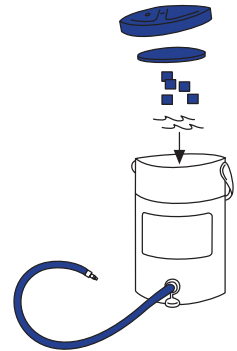

Figura 1
| 1. Antes de colocar el Cryo/Cuff, prepare la hielera (Figura 1) | 17 |
1. Antes de colocar el Cryo/Cuff, prepare la hielera (Figura 1)